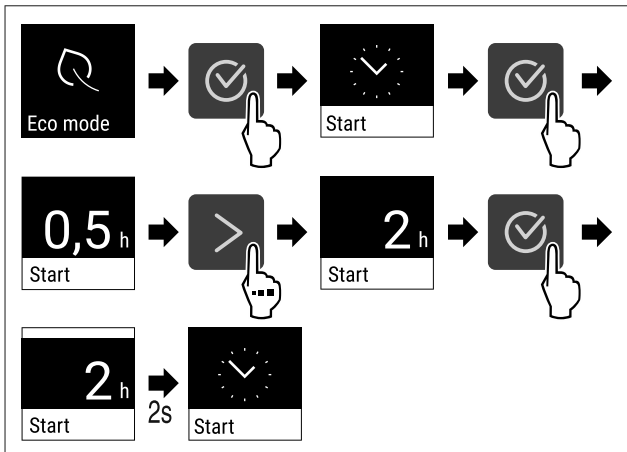

Fig. 62
▶ Végezze el a gyakorlati lépéseket (lásd Fig. 62).